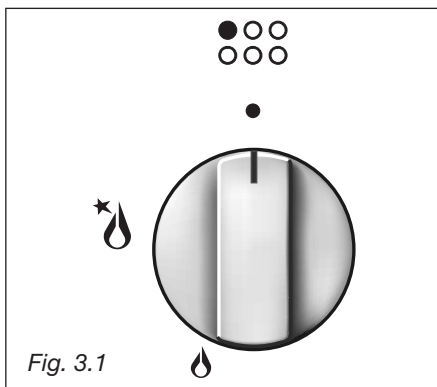
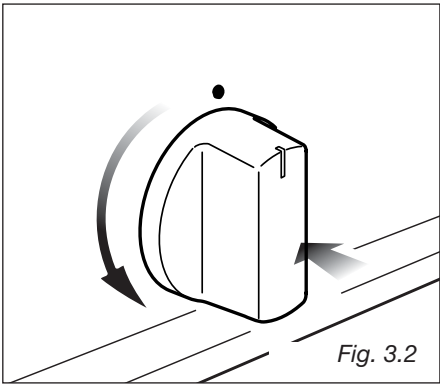

Fig. 3.1
Fig. 3.2
L'arrivée du gaz au brûleur est commandée par une manette (fig. 3.1).
- Pour allumer le brûleur, appuyer sur la manette et la faire tourner (fig. 3.2) jusqu'à la position de débit maximum (grande flamme ); puis continuer à appuyer sur la manette jusqu'à ce que l'allumage se fasse (fig. 3.1).
- 1 – Pour allumer le brûleur, appuyer sur la manette (fig. 3.2) et la faire tourner jusqu'à la position de débit maximum (grande flamme ); puis continuer à appuyer sur la manette jusqu'à ce que l'allumage se fasse.